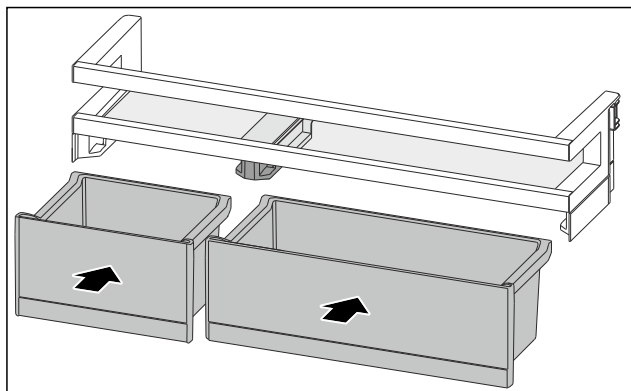

Fig. 148
- ▶ VarioBoxy vložte v opačném pořadí. (viz Fig. 148)